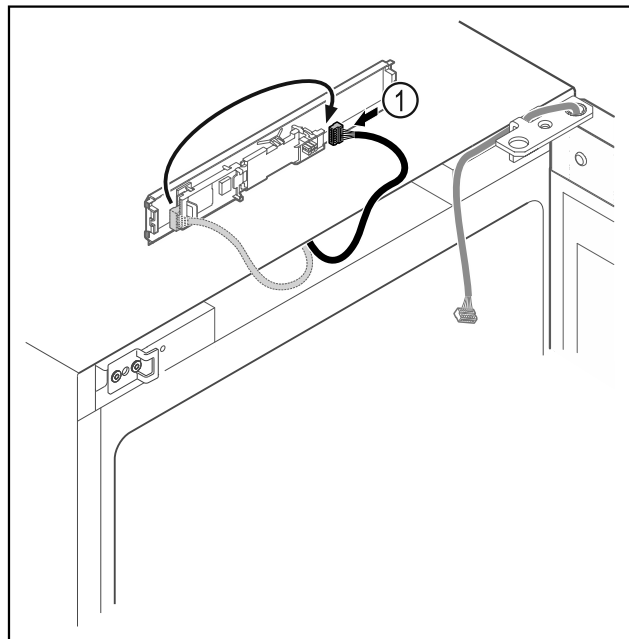

Fig. 11
- ▶ Sett pluggen Fig. 11 (1) om på kretskortet.